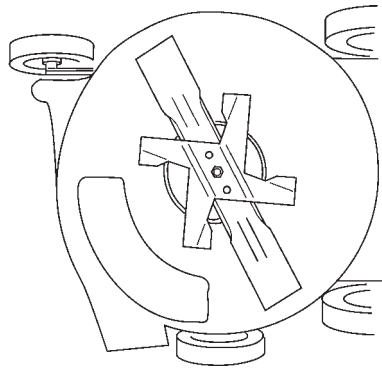

Figure 78
3. Basculer la tondeuse sur son côté droit (Fig. 78).